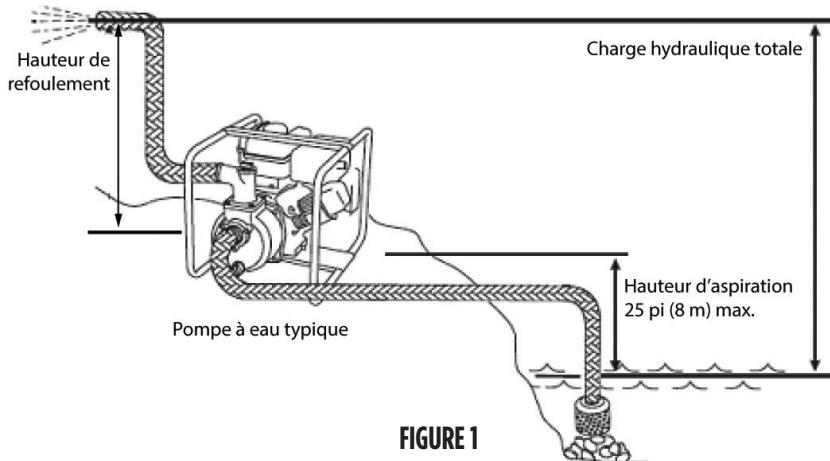

FIGURE 1
**Utilisez cette pompe uniquement pour de l'eau,** dans un endroit où la hauteur d'aspiration verticale à partir du niveau d'eau est de 25 pi (7,6 m) ou moins. Ne dépassez pas la hauteur d'aspiration maximale. La charge hydraulique réfère à la hauteur d'une colonne d'eau qui peut être fournie par le refoulement de la pompe (Figure 1). La hauteur d'aspiration (ou levage d'aspiration) est la distance verticale entre le centre de la pompe et la surface du liquide sur le côté aspiration de la pompe. La hauteur de refoulement est la distance verticale entre l'orifice de refoulement de la pompe et le point de refoulement. La charge totale est la somme de la hauteur d'aspiration et de la hauteur de refoulement. L'élévation au-dessus du niveau de la mer et les pertes par frottement doivent être prises en compte.